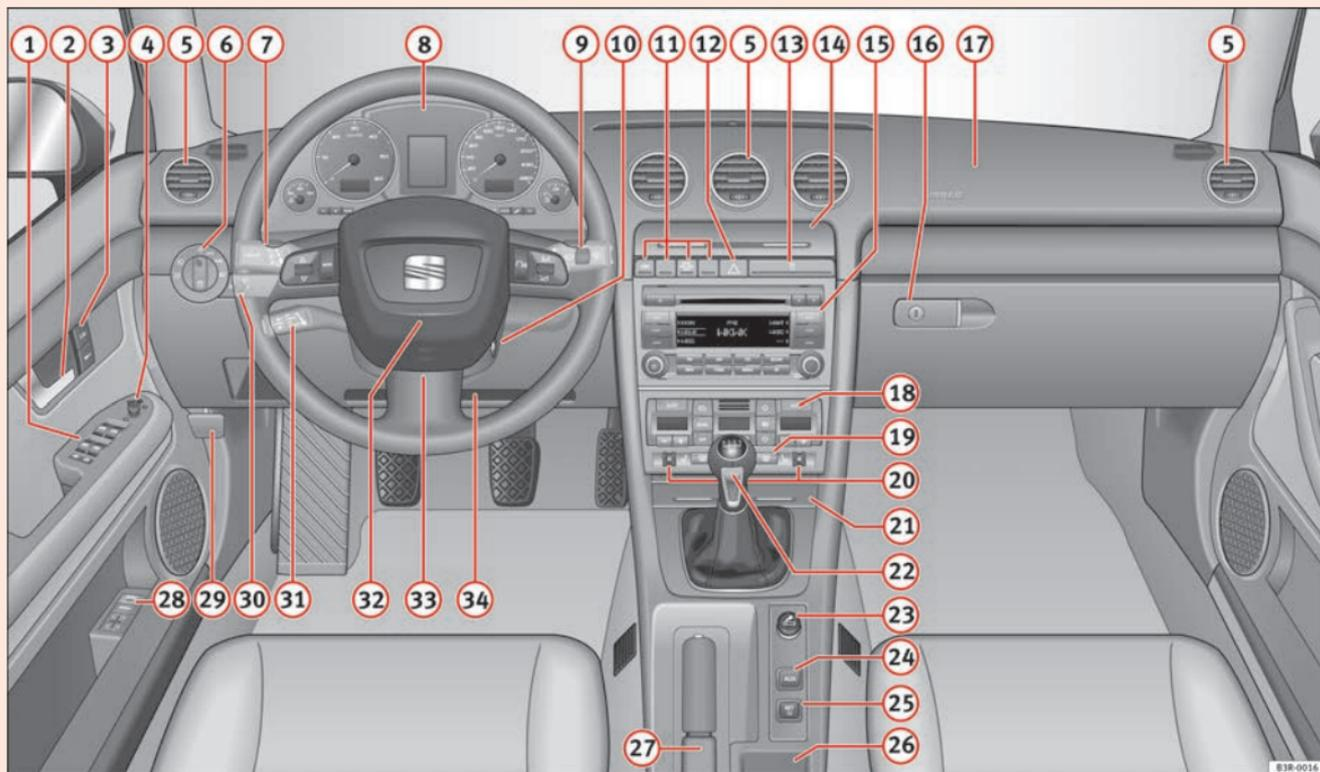

Fig. 36 Quelques-uns des équipements mentionnés ici ne s'apparentent qu'à certaines versions de modèles ou sont des options.
- Sur les véhicules avec direction à droite\*, la disposition des éléments de commande diffère légèrement de la disposition présentée ⇒ page 58, fig. 36. Toutefois, les symboles des commandes sont les mêmes. ■